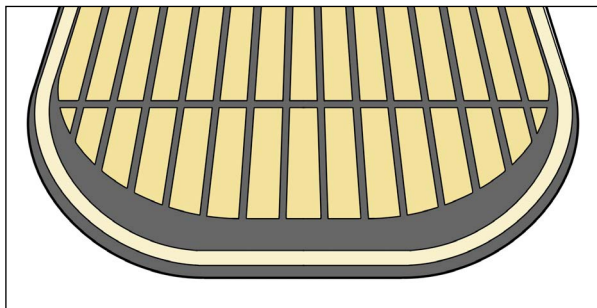

Fig. 1
3. Alinee la nueva película, asegurándose de cubrir el logotipo superior (Fig. 1). Cada borde debe estar aproximadamente a 7.24 mm [0.285 pulg.] del borde exterior del dispositivo.